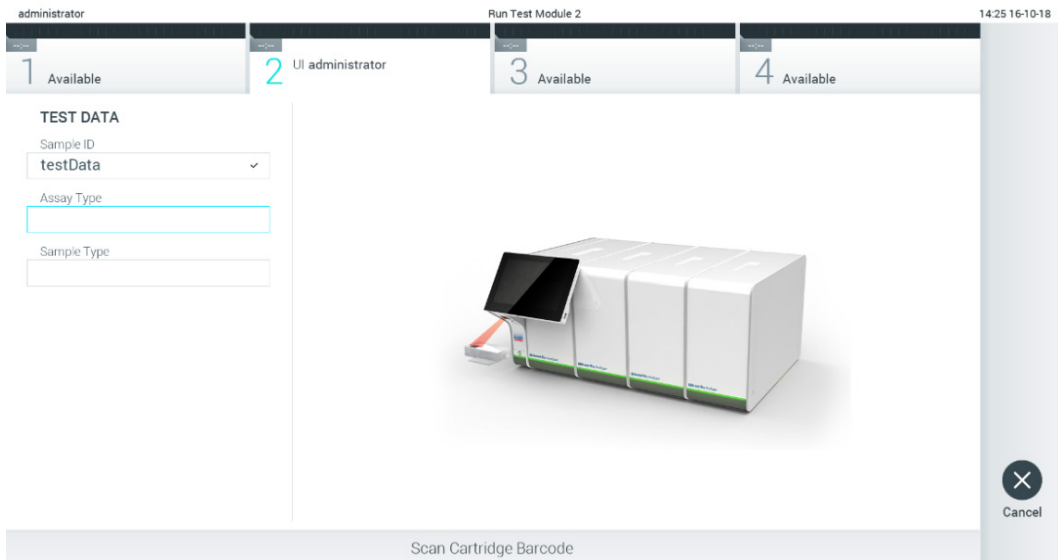

Bild 24. Skanna streckkod för QIAstat-Dx-analyskassetten.
3. När du uppmanas till detta ska du läsa av streckkoden på QIAstat-Dx-analyskassetten. QIAstat-Dx Analyzer 1.0 känner automatiskt av vilken analys som ska köras baserat på QIAstat-Dx-analyskassetten streckkod (bild 24).